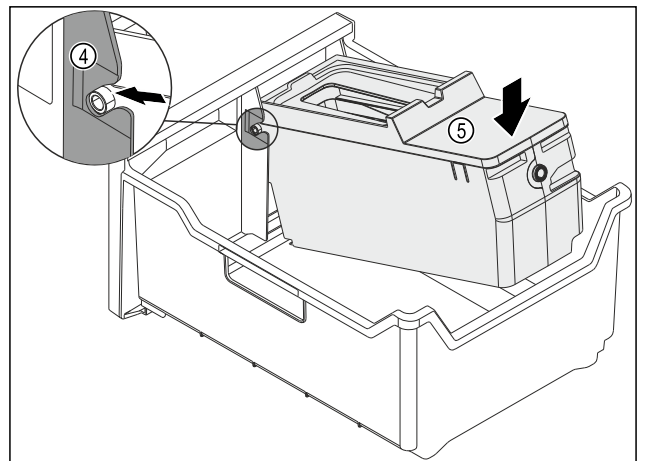

Fig. 125
- Montare il corpo dell'EasyTwist-Ice: Inserire gli assi del corpo dell'EasyTwist-Ice nelle guide Fig. 125 (4).
- Spingere il corpo dell'EasyTwist-Ice Fig. 125 (5) posteriore verso il basso.